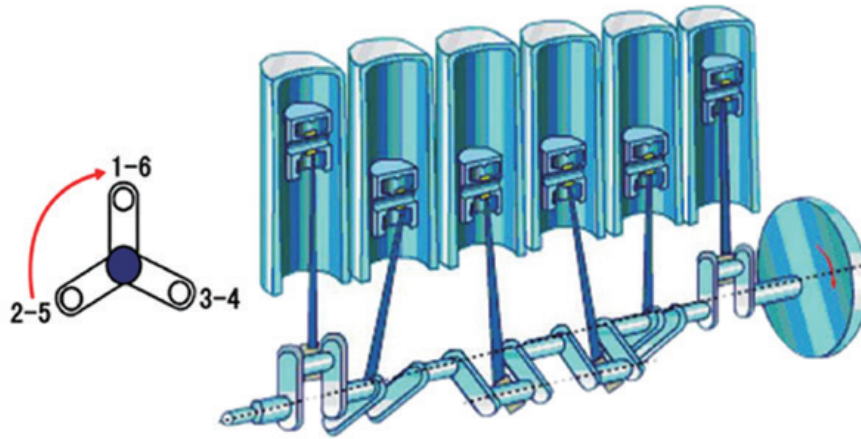

图 4 六缸机曲拐布置形式
### (4) 四行程直列六缸发动机的点火顺序和曲拐布置（如图4所示）：